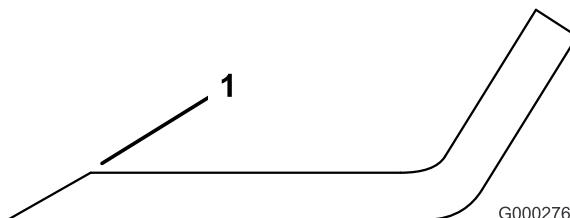

Figure 34
3. Examinez les tranchants de toutes les lames et aiguissez-les s'ils sont émoussés ou ébréchés. N'aiguisez que le haut du tranchant et conservez l'angle de coupe d'origine pour obtenir une coupe nette (Figure 34). Limez la même quantité de métal sur chacun des deux tranchants pour ne pas déséquilibrer la lame.